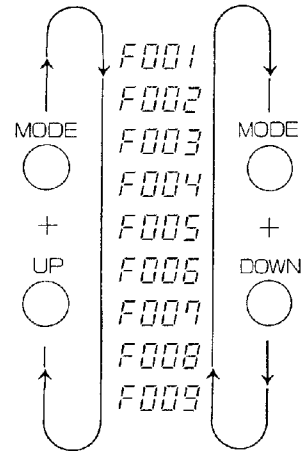

図6-1 故障モードファンクションの選択順序
② 要求するファンクションを選択します。MODEを先にONし、このMODEをONしながらUPまたはDOWNをONしてください。ファンクションコードが図6-1のように変わります。